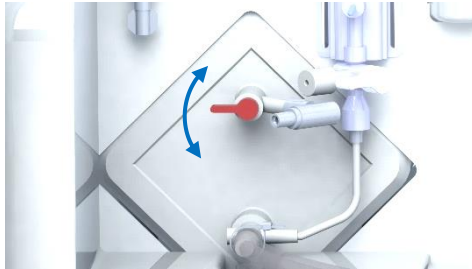

Abbildung 15 Luftventil am Oxygenator
- Entlüften Sie den Oxygenator über den Probenanschluss mit einer Spritze. Entfernen Sie zunächst die Kappe der Probenöffnung. Drehen Sie das rote Entlüftungsventil (siehe Abbildung 15) am Oxygenator nach unten (vor dem arteriellen Filter) und aspirieren Sie, bis die Luft entfernt ist. Schalten Sie das rote Ventil nach oben (nach dem arteriellen Filter) und aspirieren Sie erneut, bis die gesamte Luft entfernt ist. Schalten Sie das Ventil in die geschlossene Position (mittlere Position) und setzen Sie die Kappe auf das Probeentnahmeventil.
- Primen Sie den Drucksensor, indem Sie sicherstellen, dass sich das Ventil in der horizontalen Position befindet, und ziehen Sie an der blauen Schnaplasche, bis einige Tropfen Perfusat austreten. Bewegen Sie das weiße Ventil nicht aus der horizontalen Position. (Abbildung 15).
Die Entnahme der Perfusionsflüssigkeit aus dem Oxygenator erfolgt über den Probenanschluss (Abbildung 7, Punkt 6) mit Hilfe einer Spritze. Drehen Sie das Probeentnahmeventil (Abbildung 7, Punkt 12 und Abbildung 15) am Oxygenator nach unten, um eine Probe vor dem arteriellen Filter zu entnehmen. Drehen Sie das Ventil nach oben, um eine Probe nach dem arteriellen Filter zu entnehmen. Bringen Sie das Ventil nach der Probeentnahme in die geschlossene Position (Mittelstellung). Um ein versehentliches Auslaufen zu vermeiden, ist das Perfusions-Set mit einer automatisch schließenden Probenöffnung ausgestattet.